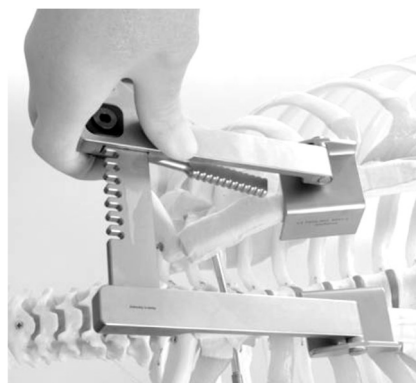

Fig. 12
- 9 Soprattutto in caso di un'area di esposizione di piccole dimensioni, come nel caso della sternotomia con incisione a Z, lo spazio di preparazione risulta estremamente ridotto: ciò significa, ad es., che il cannulamento e le successive fasi di preparazione esigono un impegno superiore alla media da parte del chirurgo. Il divaricatore MARJAN MGH risolve questo problema grazie alla possibilità di capovolgere l'intera struttura attorno all'asse delle lame verso il lato craniale. Risultato: un'area di esposizione completamente libera e accessibile (cfr. Fig. 12).